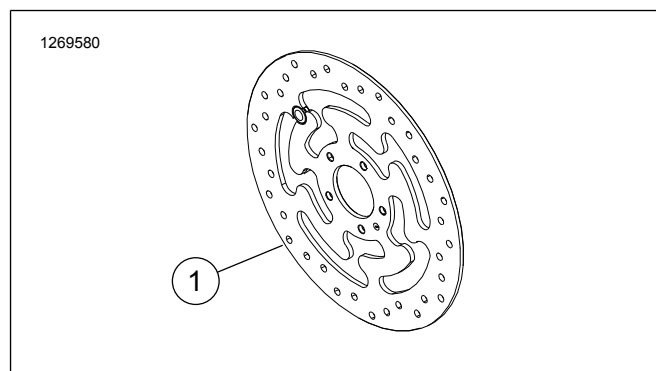

Figura 1. Discul de frână din față
- Șuruburile discurilor de frână. Consultați Figura 1 și Tabelul 1.